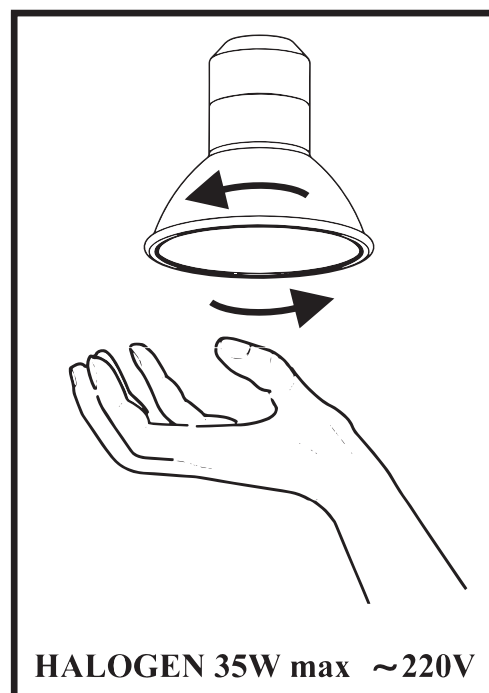

Рис.7
8.9 На витяжці встановленні **HALOGEN** лампи підсвітки робочої зони плити. Перед початком заміни ламп освітлення необхідно відключити витяжку від електромережі, дати можливість охолонути лампам. Для заміни лампи необхідно зняти фільтри, віджати тримач патрона на себе, щоб лампа вийшла з корпусу витяжки, утримуючи тримач патрона, злегка надавити на лампу в напрямку патрона і, повернувши її проти годинникової стрілки, вийняти (рис.7). Замість неї необхідно встановити нову з тими ж характеристиками і встановити фільтри.